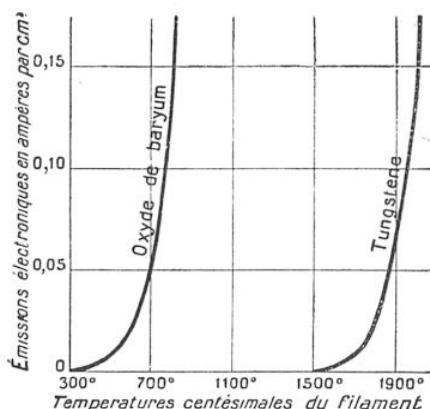

FIG. 6
Les résultats sont représentés par les deux graphiques de la figure 6 : lorsque la température croît (curseur *D* se déplaçant de gauche à droite), l'émission thermoélectronique augmente *extrêmement vite* (1). Pour retrouver le nombre d'électrons qui, à chaque seconde, abandonnent le filament, il suffit de se rappeler qu'un ampère correspond à 6.290.000.000.000.000 électrons.
C'est le graphique de droite, marqué « tungstène » (fig. 6) qui correspond au cas de la figure 5, tel que nous l'avons décrit ci-dessus. Quant au graphique de gauche, il concerne la découverte du savant allemand Wehnelt (1903), qui remarqua que, lorsqu'un métal est recouvert d'un oxyde — tel que l'oxyde de baryum, corps très analogue à la chaux vive —, l'émission thermoélectronique est augmentée